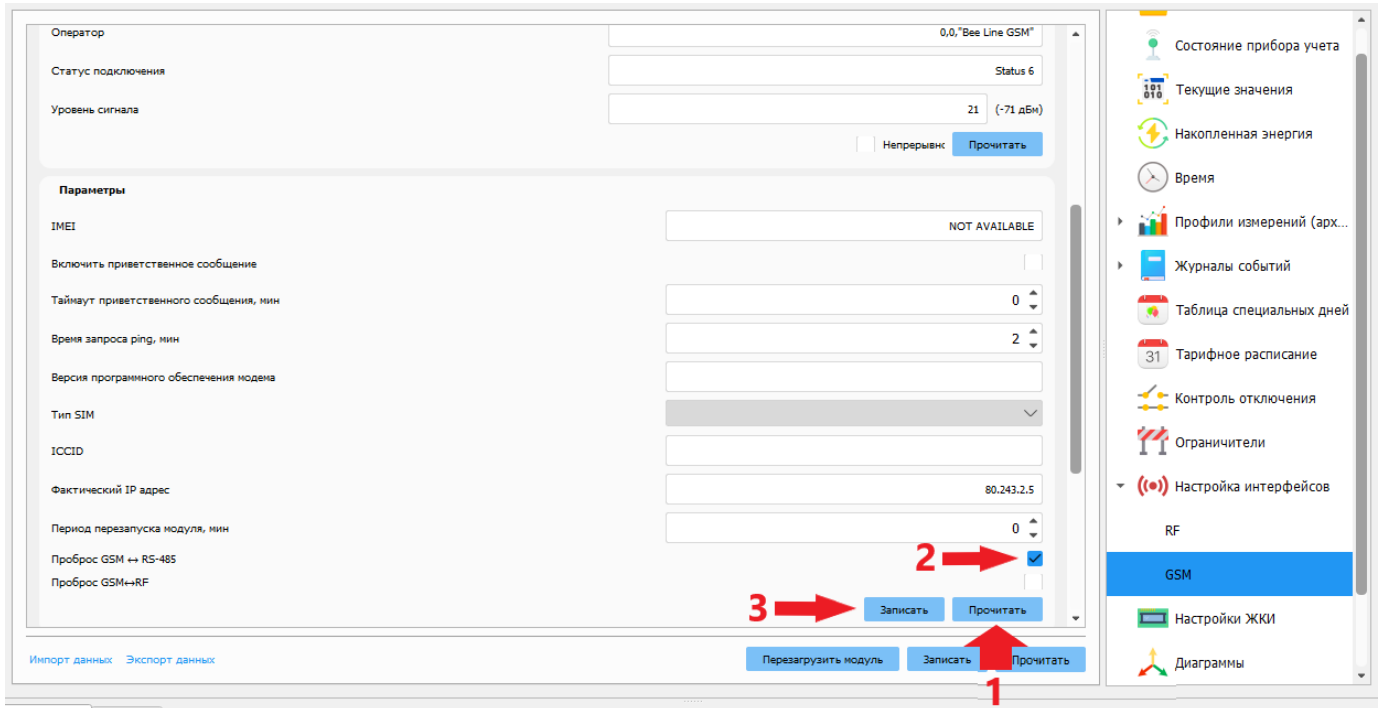

Рисунок 8
- подключиться к счетчику с помощью конфигуратора DLMS (версия 1.6.0.381 и выше, рисунок 8) согласно п. 4.10.